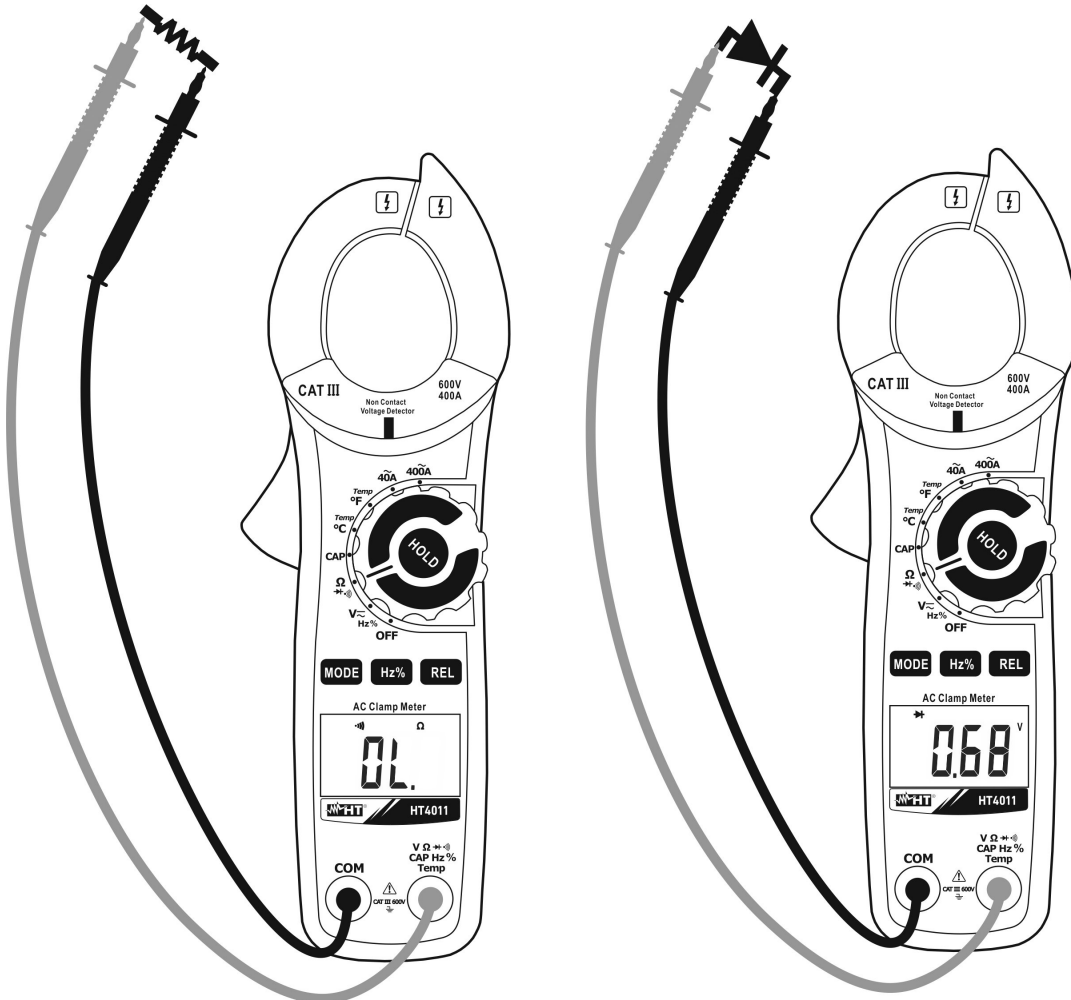

Abb. 7: Verwendung der Zange für Durchgangstest und Dioden-Test
3. Verbinden Sie die rote Messleitung mit der **VΩ→→→CAPHz%Temp** Eingangsbuchse, und die schwarze Messleitung mit der **COM** Eingangsbuchse und führen Sie den Durchgangstest des zu messenden Objekts durch (siehe Abb. 7 – linke Seite). Der Summer ertönt, wenn der Wert des gemessenen Widerstands niedriger ist als 30Ω .
5. Verbinden Sie die rote Messleitung mit der Anode und die schwarze Messleitung mit der Kathode der Diode (siehe Abb. 7 – rechte Seite).